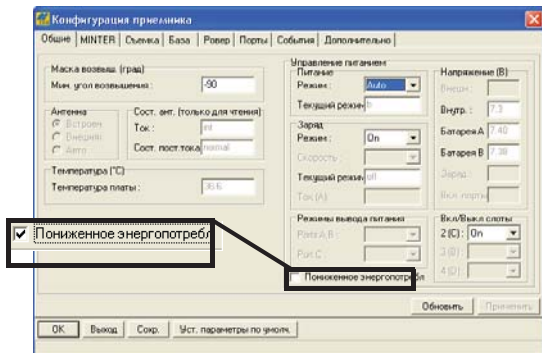

Рис. 2-11. Установка и применение настроек питания приемника
7. Флажок в поле *Пониженное энергопотребл* позволяет перевести процессор приемника в режим малого энергопотребления (Рис. 2-11).